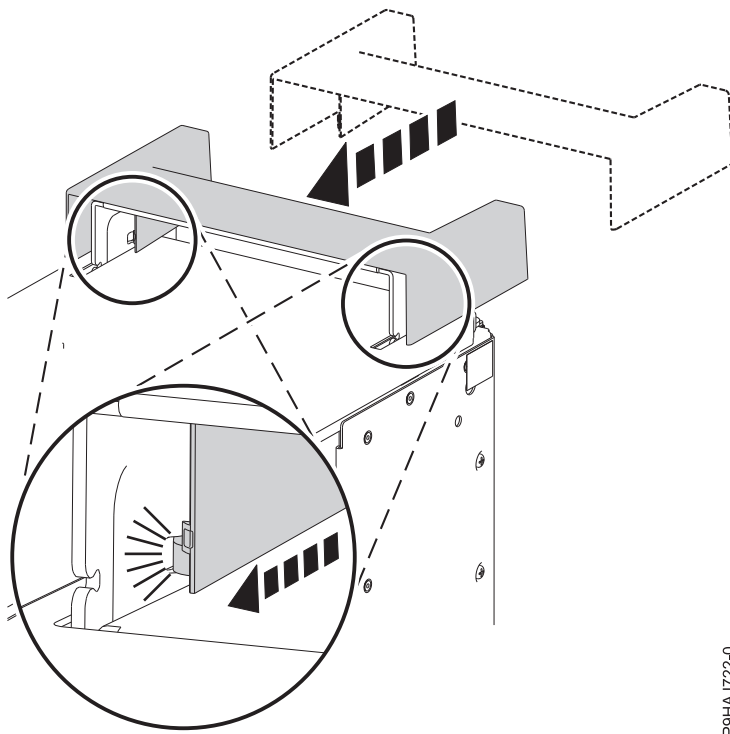

Abbildung 23. Griffabdeckung befestigen
4. Befestigen Sie die Griffabdeckung, indem Sie sie zur Rückseite des Systems schieben. Siehe Abb. 23.